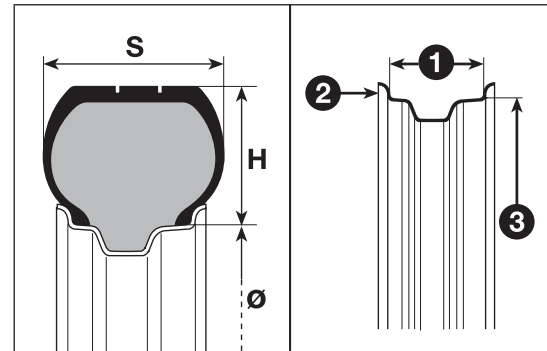

fig. 210
**Exemple fig. 210: 195/65 R 15 82T**
**LECTURE CORRECTE DE LA JANTE****Exemple fig. 210: 6 J x 15 H2****6** largeur de la jante en pouces (1).**J** profil du rebord (saillie latérale où s'appuie le talon du pneu) (2).**15** diamètre de calage en pouces (correspond à celui du pneu qui doit être monté) (3 = Ø).**H2** forme et nombre de « humps » (relief sur la circonférence, qui maintient le talon du pneu Tubeless sur la jante).